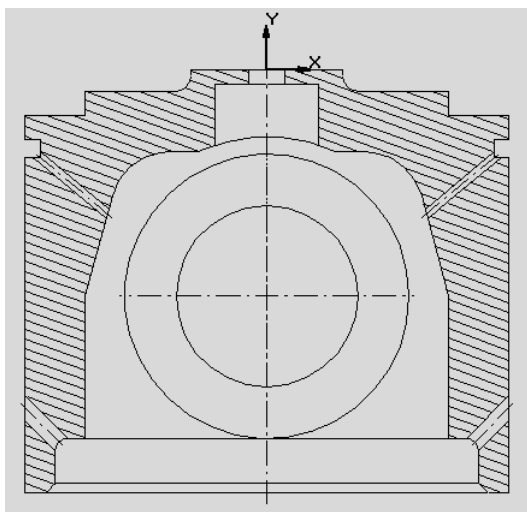

Рис. 4.66
14. Штриховка. Нажмите кнопку  (**Штриховка**) и в окне **Шаг штриховки** установите 3. В окне **Угол наклона штриховки** введите -20 и нажмите **Enter**. После того как параметры штриховки введены, можно приступать к штриховке. Для этого достаточно указать мышью места предполагаемых мест штриховок, заштриховать их с помощью мыши и зафиксировать, нажав кнопку  (**Создать объект**). Если штриховку осуществить не удалось, значит, при вводе геометрии были допущены ошибки (разорван основной контур). Искать разрыв линии – дело очень трудоемкое, часто бывает проще построить весь чертеж заново. Если все сделано правильно, штриховка тронка будет иметь вид, как на рис. 4.66.